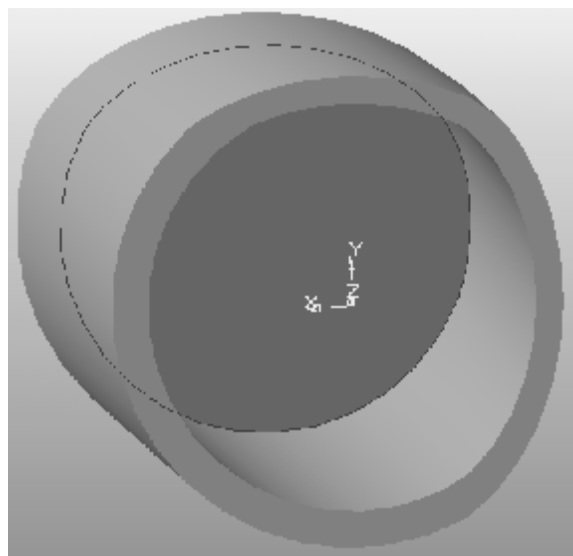

Рис. 28. Цилиндр
- 3.13. Нажмите кнопку «**Вырезать выдавливанием**»  для вырезания эскиза на **расстояние 55** (рис. 28). Обратите при этом внимание что направление выреза должно быть обратным.
- 3.15. Выберите плоскость нижнего основания внутри области полученной при вырезании (рис. 28 **темная область**). Нажмите кнопку «новый эскиз» .